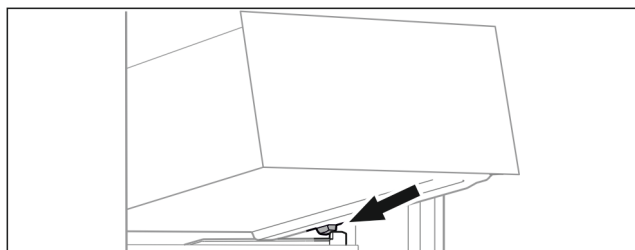

Fig. 121
- ▶ Stavite ladicu ukoso iza zaustavljača na žlijeb spremnika. (pogledajte Fig. 121)